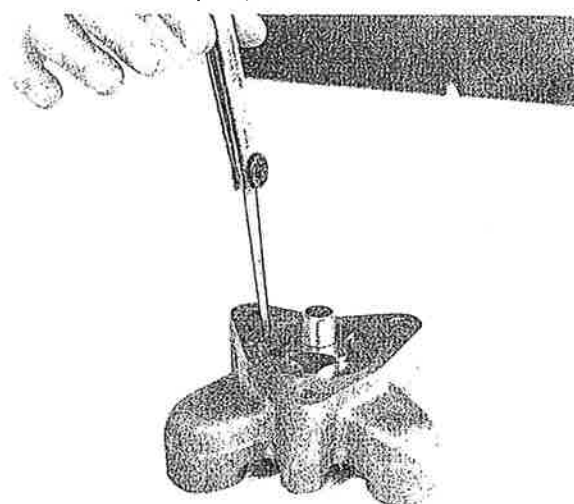

FIG. 30 – Contrôle du jeu entre rotor extérieur et son siège
- Contrôler le jeu existant entre le rotor extérieur et son siège dans le corps de la pompe, toujours à l'aide de la jauge 5.9030.270.0 (Fig. 30). Si la valeur obtenue dépasse la valeur du tableau il est conseillé de remplacer les rotors et, si besoin est, le corps de la pompe.